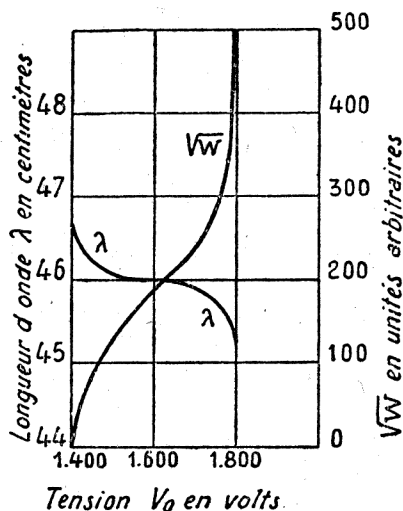

FIG. 4. — Variation de la longueur d'onde et de la puissance en fonction de la tension continue de polarisation (D'après R. Warnecke).
On peut, avec les diffuseurs et réflecteurs de lumière, obtenir 4 sortes d'éclairage (fig. 4) :
b) L'éclairage semi-direct (figure 4 b) : le flux lumineux est dirigé en grande partie vers le bas et une faible partie vers le plafond et les murs;
c) L'éclairage semi-indirect (fig. 4 c) : une proportion plus grande de flux lumineux est dirigée vers le plafond, les ombres sont plus adoucies qu'avec l'éclairage semi-direct;
Si l'on fait varier la tension de la grille, on obtient des variations correspondantes de la puissance W et de la longueur d'onde représentées sur la figure 4. On a figuré la variation du courant correspondant à $\sqrt{W}$.